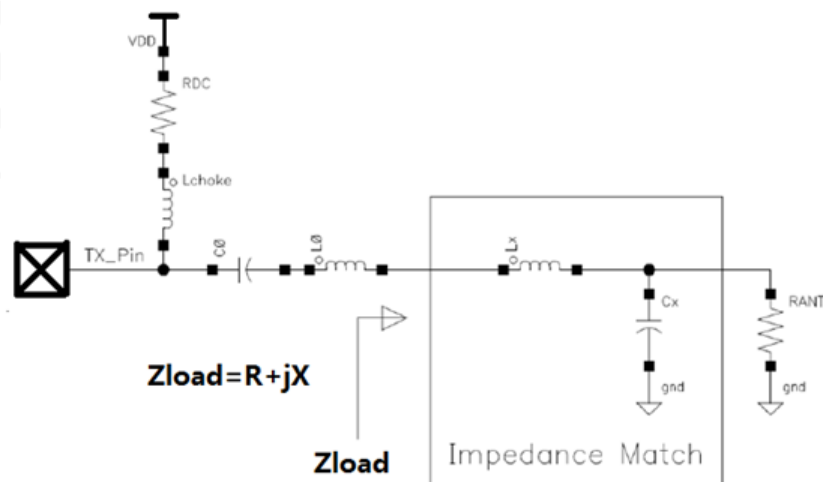

figure 1. Impedance Match to Transform  $R_{ANT}$  to  $Z_{LOAD}$
- (1) 选择一个合适的Choke电感（扼流电感）
- (2) 根据输出功率计算最佳的负载阻抗 $Z_{\text{Load}}$
- (3) 选择合适的串联谐振电容 $C_0$ （如figure 1所示）
- (4) 根据选择的 $C_0$ ，计算 $L_0$
- (5) 根据最佳负载电阻 $Z_{\text{Load}}$ 计算L型匹配的元器件值 $L_x$ 和 $C_x$
- (6) 设计一个T型低通滤波器
如 figure 1 所示，这个最佳的负载阻抗 Z-Load = R+jX，它与 PA 的输出功率、输出电容紧密相关。在 CMT2110B、CMT2117B、CMT2150L、CMT2157L 和 CMT2157B 的设计中，PA 的输出电容大约为 1.2 pF。下面我们列出在不同的频率，输出+13 dBm 时的最佳负载阻抗 Z-Load。